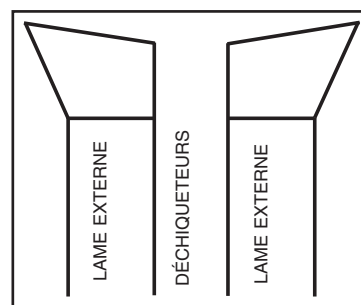

FIG. 69
2. La fig. 69 montre la superposition de la scie et du couteau. Pour effectuer un réglage fin de la largeur, il est possible de placer des rondelles n'importe où entre les lames extérieures et les burineuses. Une rainure de 6,4 mm (1/4 po) est coupée à l'aide des deux scies externes.